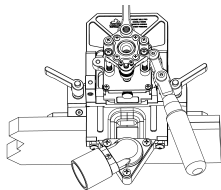

FIG. 19
4. Desserrez le gros bouton de réglage et glissez la plaque d'assemblage pour révéler votre mortaise. (Voir figure 19.)